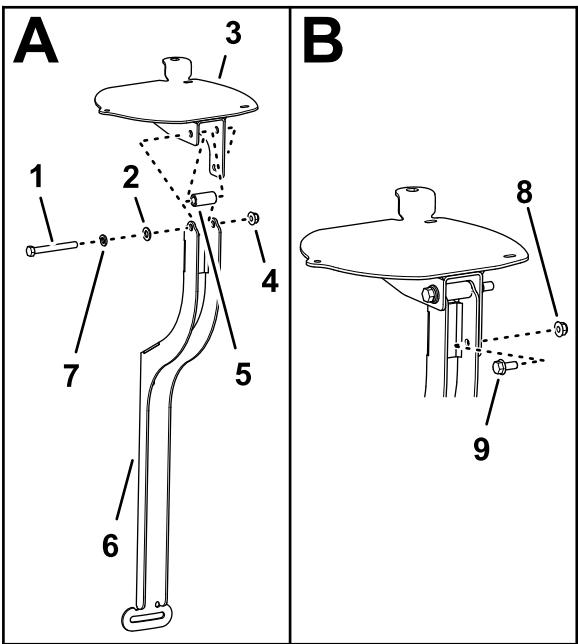

Figura 153
- Allineate i fori nella piastra del ricevitore di navigazione, il distanziale (3/8" x 1") e il supporto del ricevitore (Figura 153).
2. Montate la piastra del ricevitore e il distanziale sul supporto con un bullone (3/8" x 3 1/4"), una rondella di bloccaggio (3/8"), una rondella (3/8" x 13/16") e un dado di bloccaggio flangiato (3/8"), come mostrato nella Figura 153.
3. Montate il bullone a testa flangiata (5/16" x 3/4") e il dado di bloccaggio flangiato (5/16") attraverso il foro più piccolo nel supporto del ricevitore e la scanalatura nella piastra del ricevitore (Figura 153).